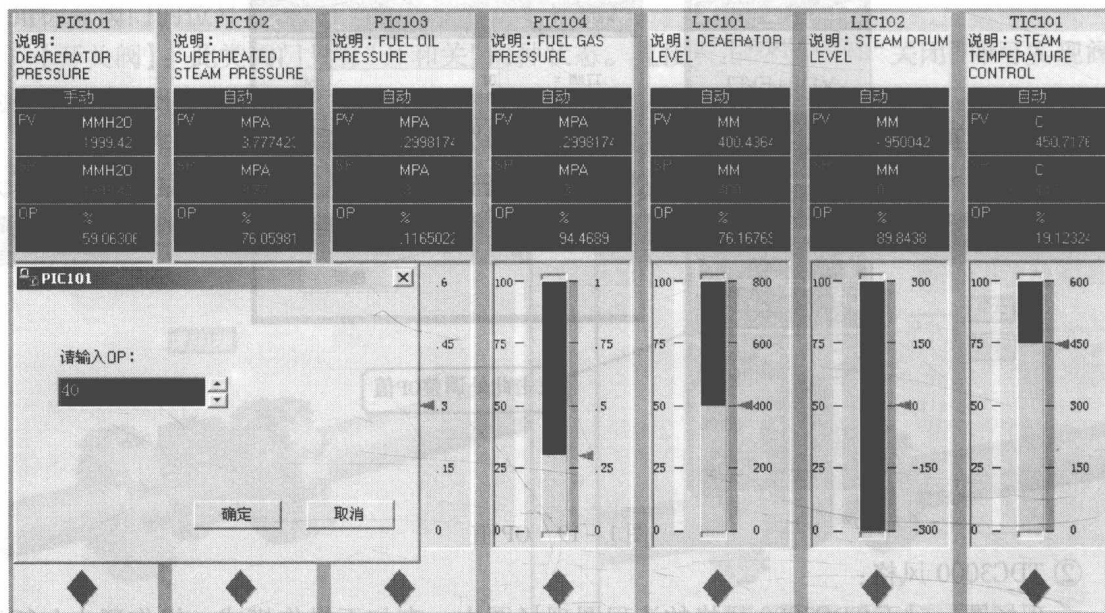
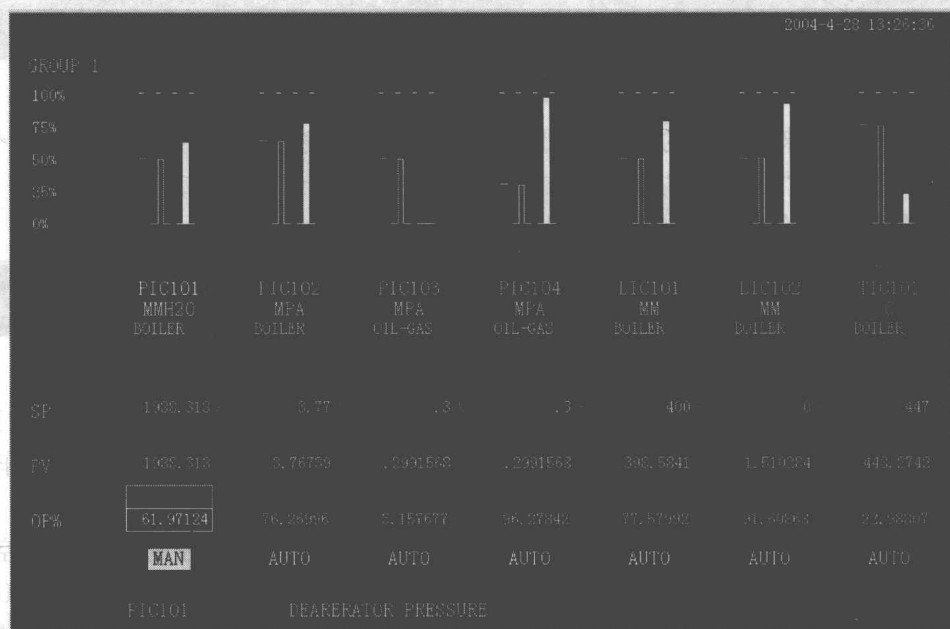

图 1-23 DCS 风格控制组
图 1-24 TDC3000 风格控制组
(2) 控制组画面：控制组画面包括流程中所有的控制仪表和显示仪表(图 1-23、图 1-24)，不管是 TDC3000 还是通用的 DCS 都与它们在流程画面里所介绍的功能和操作方式相同。